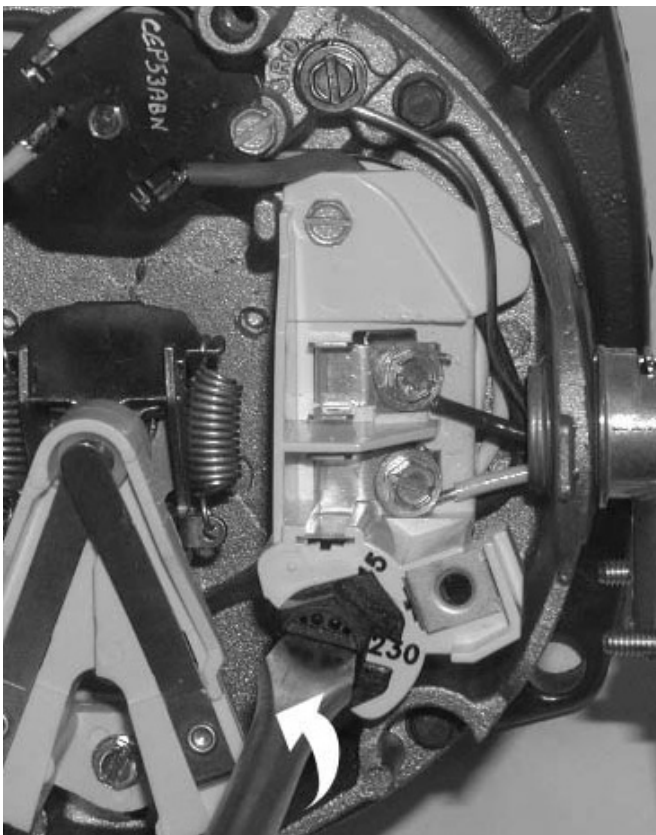

Figura 3 – Cambio de la configuración de tensión
- Paso 7. Conecte los conductores que llevan la corriente a los bornes L1 y L2 bajo el techo del motor. Cuando cambie el motor, inspeccione el diagrama de cableado en la placa de fábrica del motor contra la Figura 3. Si el diagrama de cableado del motor no corresponde a ninguno de los diagramas en la Figura 3, siga el diagrama en el motor.
**IMPORTANTE:** Los modelos monofásicos de 115/230 voltios se despachan de fábrica con el motor cableado para 230 voltios. Si el suministro de corriente es de 115 voltios, saque el techo del motor y vuelva a conectarlo según se ilustra en la Figura 3. No trate de hacer marchar el motor en el estado que se recibió, si la corriente es de 115 voltios.